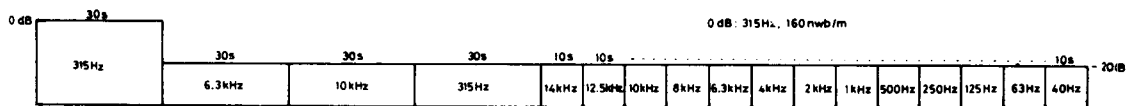

Fig. 10-4 Contenido de la cinta de prueba STD-331B
- STD-331B : Ajustes de reproducción (Véase la Fig. 10-4)